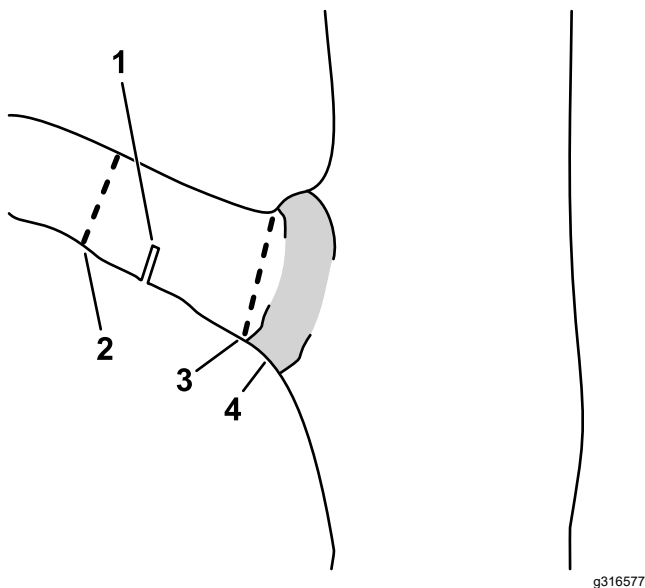

Figura 15
- C. Corte el muñón de la rama en el cuello de la rama (Figura 15).